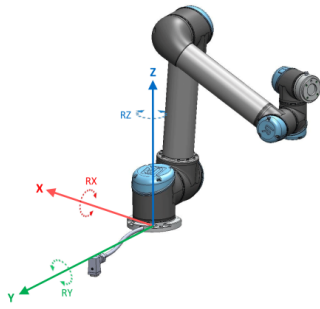

Figure 13.1: ベースのフィーチャー
- ベースフィーチャーは、ロボットベース中心を起点に位置します (図 13.1 参照)